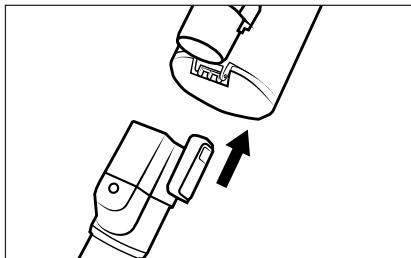

Fig. 1
- Infilare il tubo di aspirazione 23 nell'apparecchio fino a quando non si innesta in posizione con un clic (vedere fig. 1).